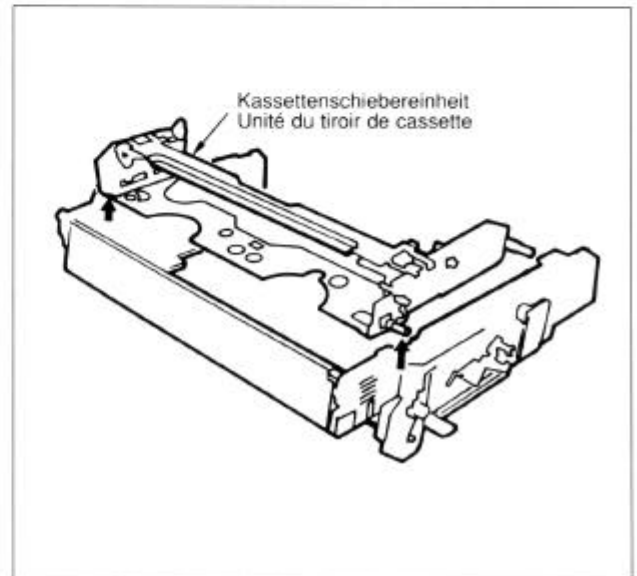

Fig. 19a
4. Die Kassettenschiebereinheit, wie in Fig. 19a gezeigt, ausbauen.
4. Séparer le tiroir de cassette tel qu'indiqué à la Fig. 19a.